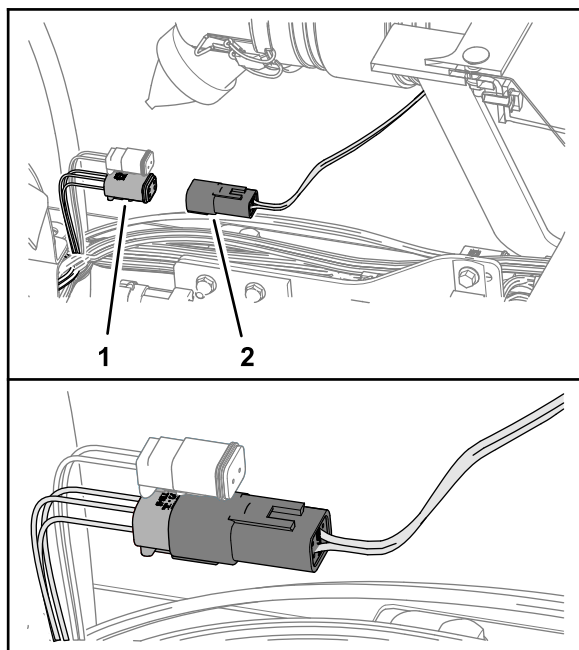

Figura 30
2. Enchufe el conector de 4 pines del arnés Bus ISO-CAN marcado To ISOBUS – ISO-CAN en el conector hembra de 4 vías del arnés GeoLink marcado CAN 1/ISOBUS (Figura 30).